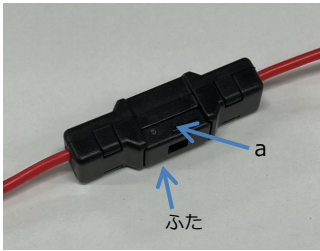

図 1
- ① ふた a 部を持ち上げて、ふたを取り外してください。(図 1)